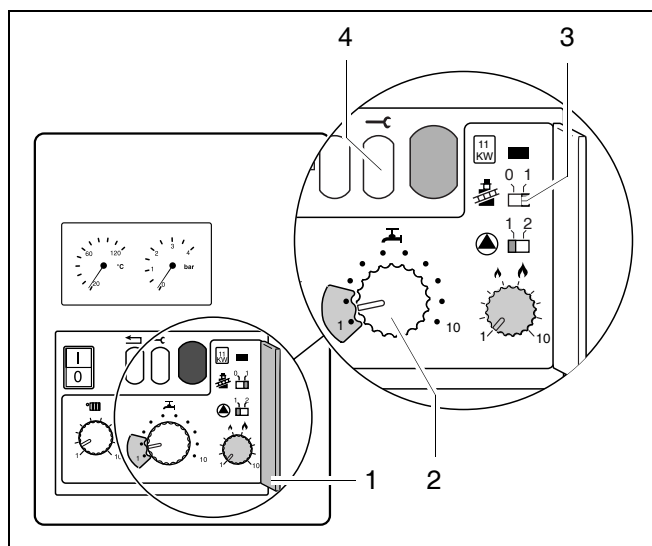

fig. 32 Préréglage pour "Vérifier la pression au brûleur"
- Ouvrir le couvercle du deuxième niveau de commande (fig. 32, pos. 1).
- Appuyer sur la touche de service (fig. 32, pos. 4) et la maintenir enfoncée pendant env. 10 s (affichage: "-/Y").
- Mettre l'interrupteur "ramoneur" (fig. 32, pos. 3) en position "1".
- Mettre l'aquastat de température de l'eau chaude en position "1" (fig. 32, pos. 2).
- Mettre le régulateur pour la température d'eau chaude sanitaire (fig. 32, pos. 2) en position "10".
- Mettre l'interrupteur "ramoneur" (fig. 32, pos. 3) en position "0".
- Fermer le couvercle du deuxième niveau de commande (fig. 32, pos. 1).